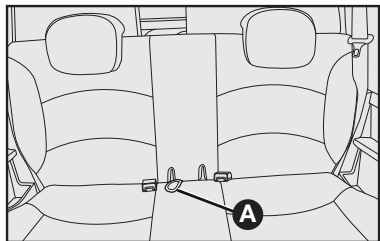

fig. 3
- Puxar a alça **A**—**fig. 3** para levantar o assento e rebatê-lo para frente.